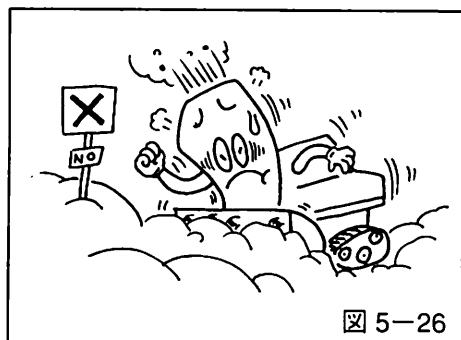

図 5-26
- 機械に一時的に負荷が大きくなりますから、変速レバーを「中立」の位置にすることによって負荷を取り除いてから作業を続けてください。(図5-26参照)